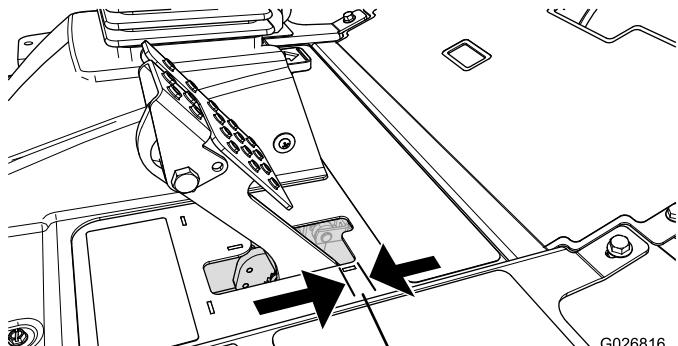

図 64
ブレーキペダルの「遊び」図 64 が 2.5cm 以上となったり、強く踏み込まないとブレーキの効きが悪いと感じられるようにならたら、調整を行ってください。遊びとは、ブレーキペダルを踏み込んでから抵抗を感じるまでのペダルの行きしろを言います。
2. 後ナットを締めてケーブルを後方に移動させて、ホイールがロックする前のブレーキペダルの遊び図 64 が 613mm なるように調整する。